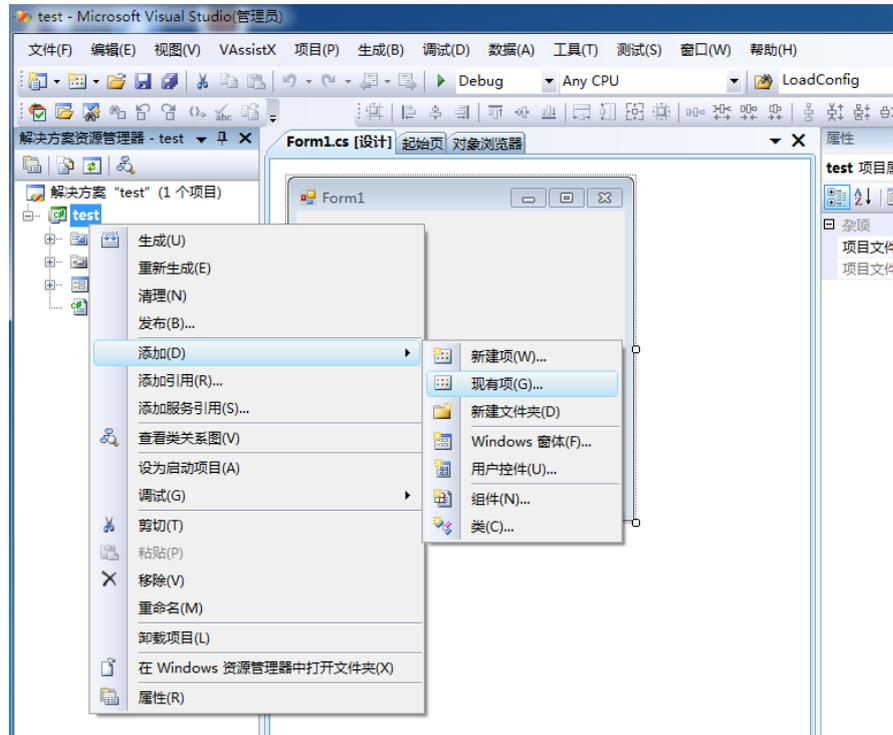
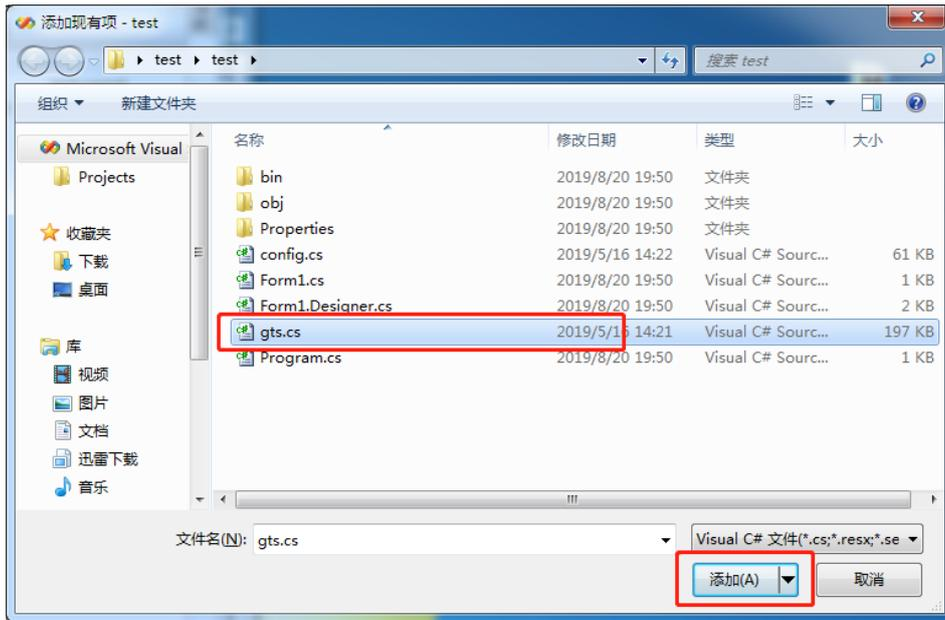

图 20
图 21
6、加载控制卡动态库：打开刚才创建的vs2008程序，在左侧的“解决方案管理器”右击“test” — “添加” — “现有项”（如图20）；在弹出的窗口中，选择项目文件夹中的“gts.cs”并点击“添加”，如图21所示